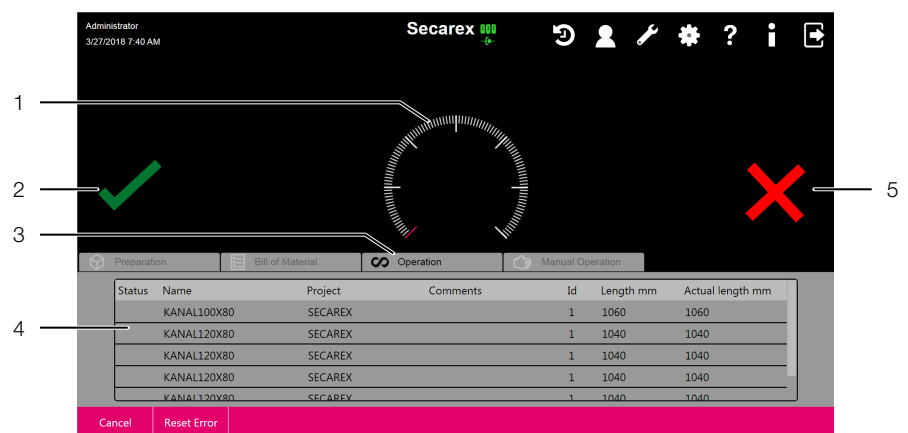

Fig. 12: Fanebladet „Drift“
Fanebladet „Drift“ (fig. 12, pos. 3) vælges til den egentlige bearbejdning. Her vises betjeningspersonalets nødvendige betjeningstrin på skærmen.
- Klik på trykknappen „Arbejdsstykket er fejlbehæftet“ på skærmen (fig. 12, pos. 5).